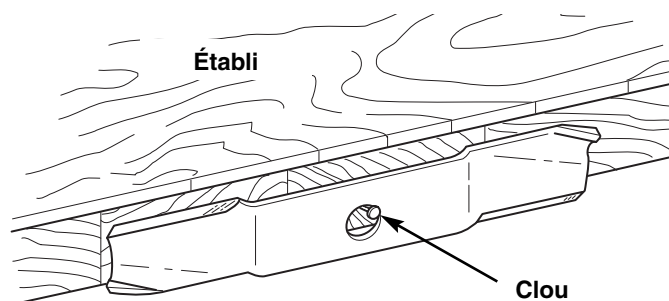

Figure 19. Équilibrage de la lame
6. Équilibrer la lame comme l'indique la figure 19. Centrer le trou de la lame sur un clou lubrifié avec une goutte d'huile. Une lame équilibrée restera nivelée. Si la lame n'est pas équilibrée, continuer d'affûter le côté lourd jusqu'à obtention d'un équilibre.